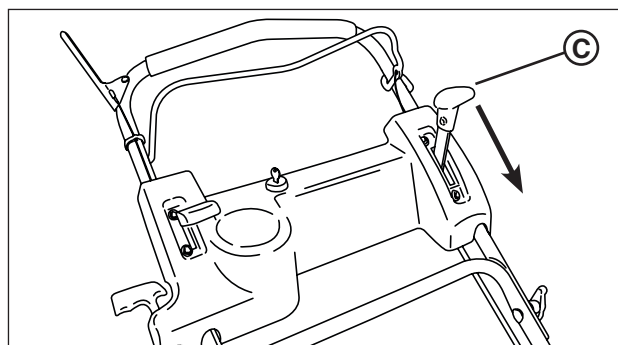

Figure 26 : La commande de vitesse d'avance
1. Déplacer la commande de vitesse d'avance (A, Figure 26) à la position < rapide >.